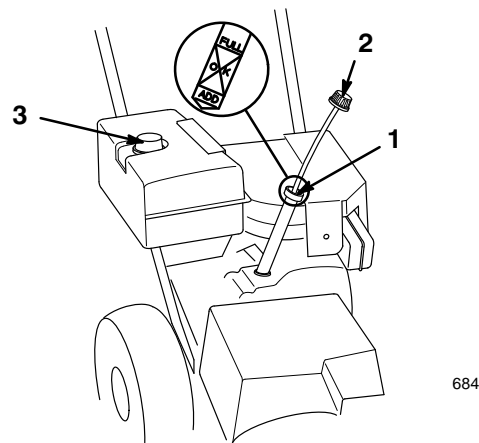

Figure 13
2. Nettoyez les abords de la jauge d'huile (Fig. 13).
3. Retirez la jauge du carter moteur (Fig. 13).
1. Nettoyez les abords du bouchon du réservoir d'essence (Fig. 13).